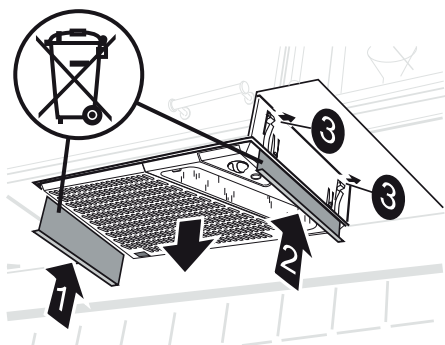

Fig. 17
Tryk afmonteringspladerne (1 og 2) op mellem enhættten og indbygningsrammen, så fjedrene (3) frigøres. Træk enhættten ned fra indbygningsrammen, Fig. 17.